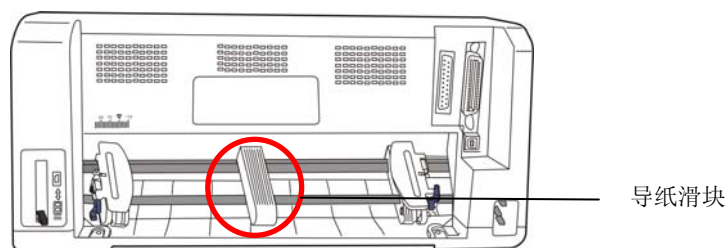

图 3-10 调整导纸滑块位置
5. 移动拖纸器上的导纸滑块至左右链轮的中间位置（如图 3-10 所示）。